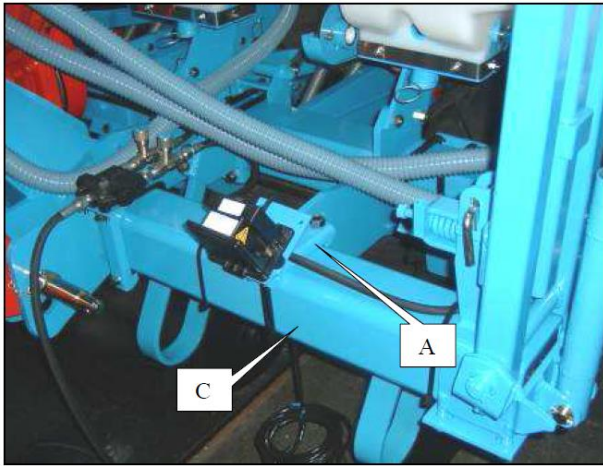

Fig. 1
- Dopasować pozycję czujnika za pomocą dwóch nakrętek blokujących **A** (Fig. 1) w taki sposób, aby **końcówka czujnika znalazła się w odległości od 1,5 do 2,5 mm od wierzchołka wałka sześciokątnego.**